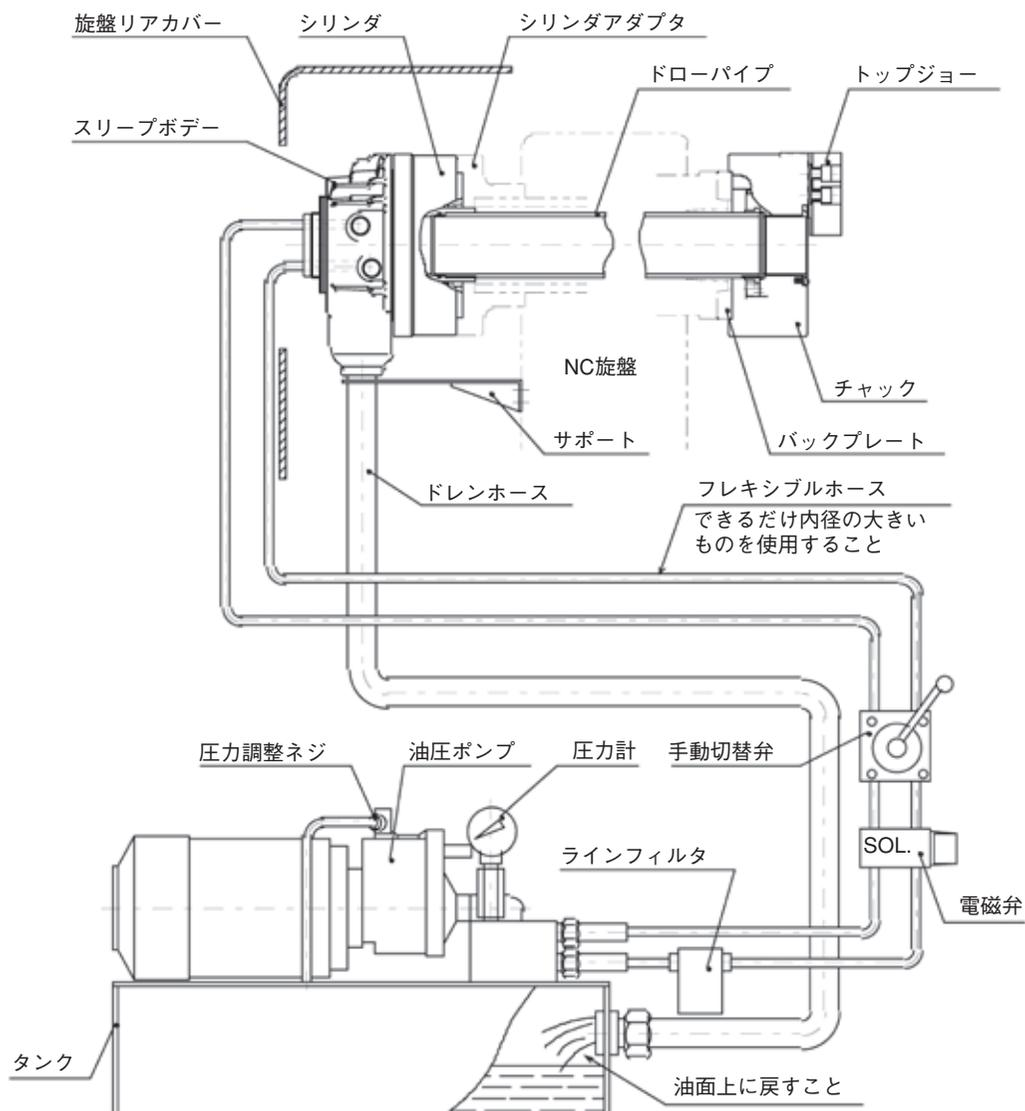

図13
- ・ドレンは必ず油圧ユニットの油面上に戻すこと。（図13参照）